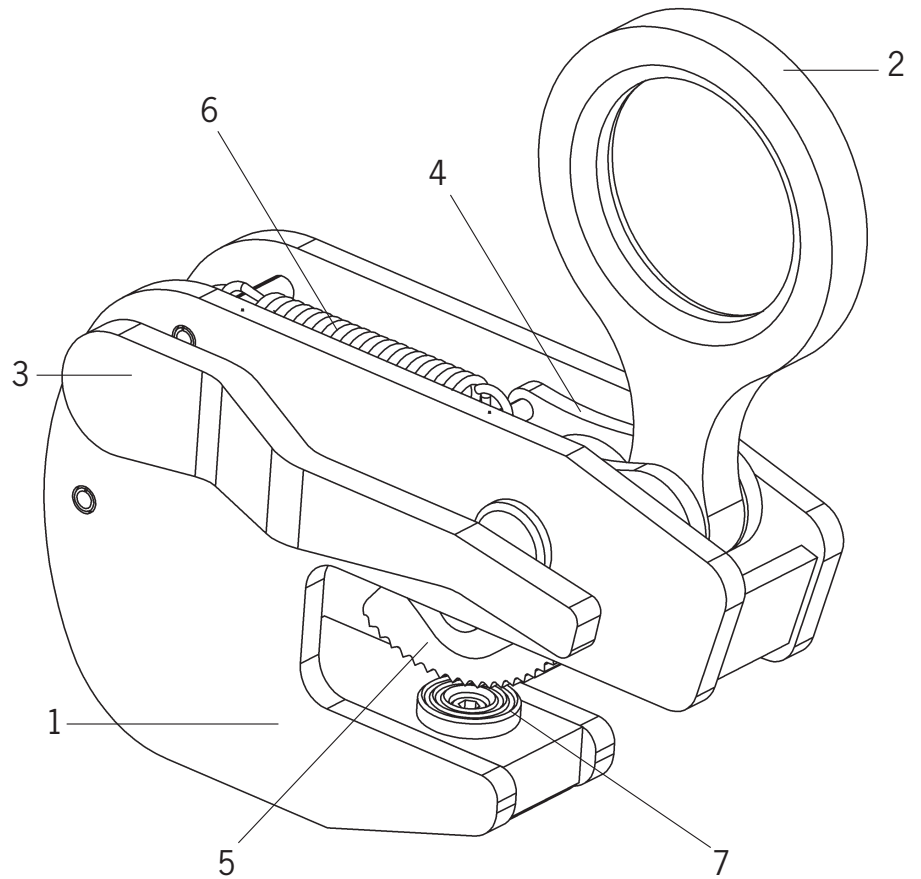

Fig. 7
- Compruebe la mordaza fija y la mordaza de apriete (Fig. 7) en busca de desgaste o defectos. Los perfiles de ambas mordazas deben estar limpios.
- Compruebe el muelle (Fig. 7). Cuando la palanca está en la posición "Cerrado", el muelle debe ejercer presión cuando la anilla de suspensión es presionada.